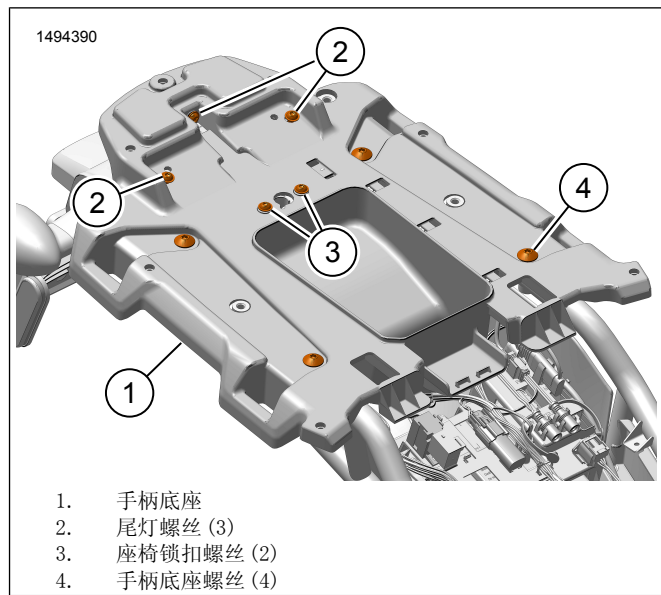

图6。安装手柄底座
- a. 参见图6。安装座椅锁扣螺丝(3)。拧紧。
- a. 参见图6。安装尾灯螺丝(2)。拧紧。
4. 参见图 6。安装手柄底座(1)。